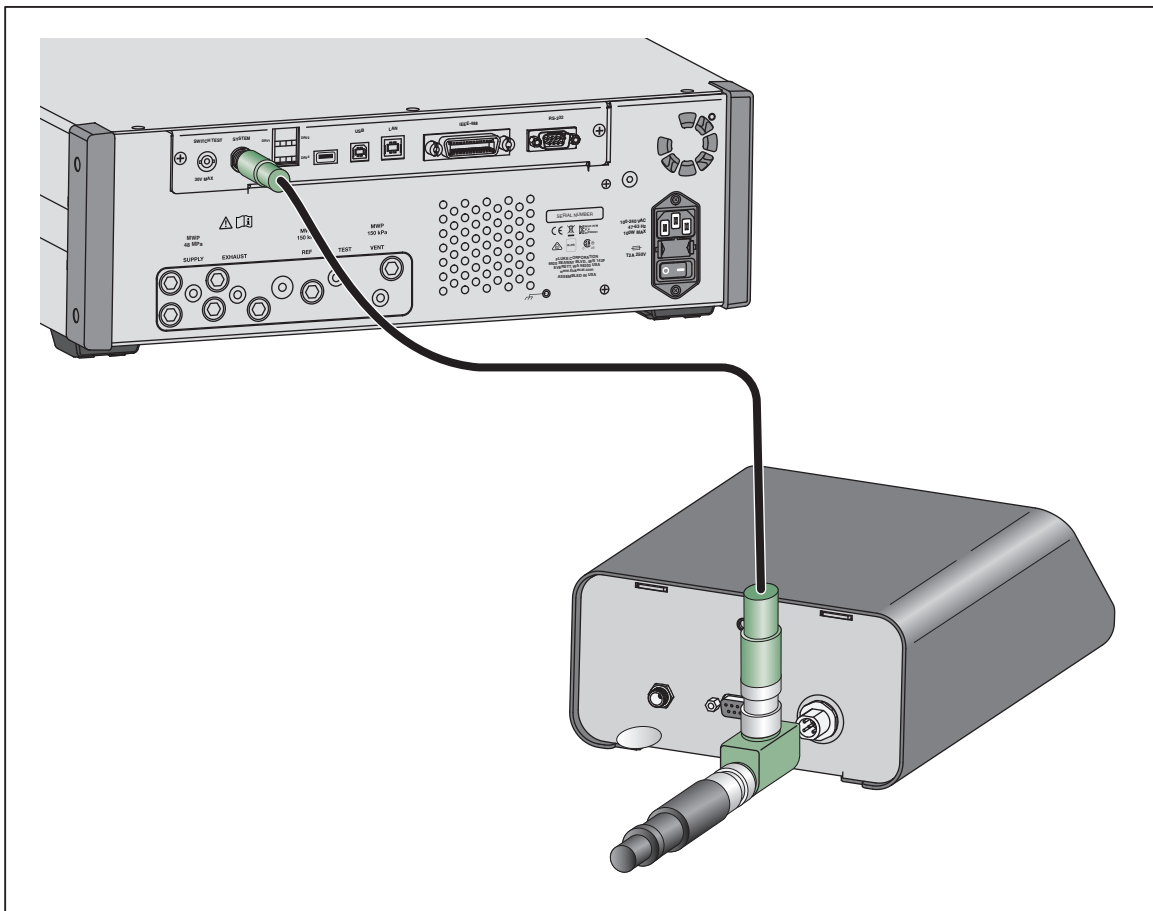

Figura 2. Collegamenti del Controllore
1. Collegare il cavo bus CAN alla docking station e al connettore bus CAN sul pannello posteriore del Controllore di pressione. Vedere la Figura 2.